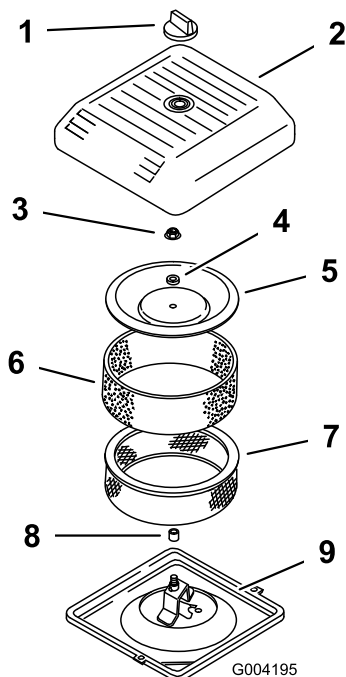

Figura 17
2. Desaperte o botão e retire a cobertura do filtro de ar (Figura 17).
3. Faça deslizar cuidadosamente o filtro prévio de esponja do elemento de papel (Figura 17).
4. Desaperte a porca da cobertura e retire a cobertura, o espaçador e o filtro de papel (Figura 17).
2. Coloque a estrutura do filtro do ar na base do filtro do ar (Figura 17).
3. Coloque a cobertura, o espaçador e aperte com a porca da cobertura (Figura 17). Aperte as porcas a 11 Nm.
4. Coloque a cobertura do filtro de ar e fixe-a com o botão (Figura 17).